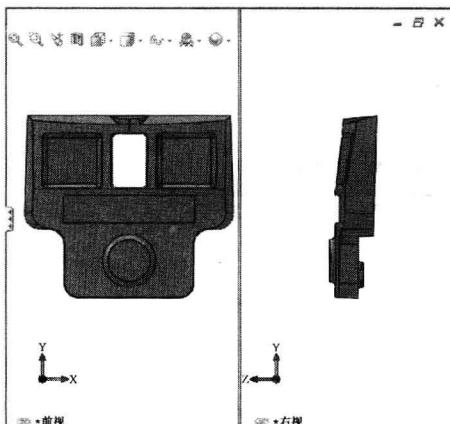

图 1-13
- (3) 两视图——垂直 以垂直方式显示前视图和右视图，如图 1-13 所示。